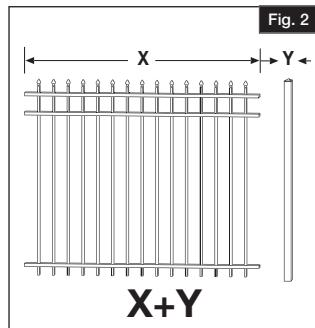

Fig. 2
Mida el ancho del panel de valla (X); y sume el ancho del poste (Y). Esta es la medida normal de centro a centro (a menos que se corte el panel) para la ubicación del agujero de poste (Fig. 2).